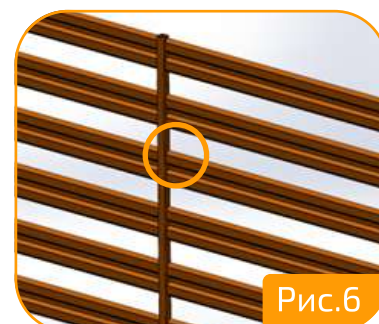

Рис.6
6. Установить планку лицевую промежуточную стойки М-110 30x2000 мм (1 шт), с торца зафиксировать саморезами (6 шт). (Рис.6).